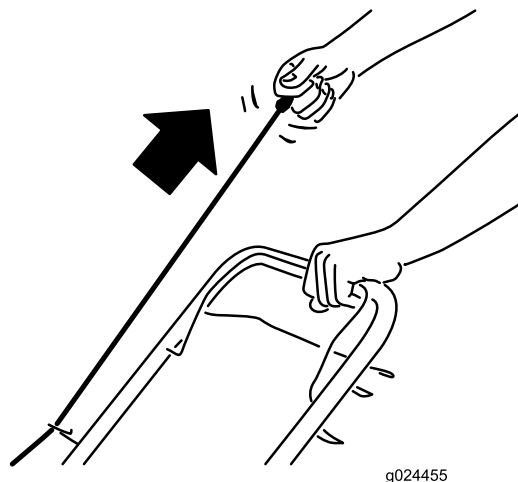

Рисунок 15
2. Без усилия потяните за рукоятку механического стартера (**Рисунок 15**) до появления сопротивления, затем резко потяните за нее и дайте ей медленно вернуться в направляющую шнура на рукоятке.